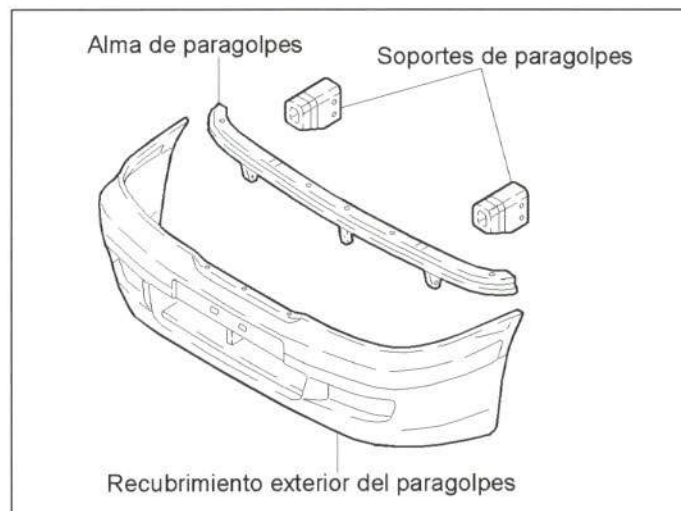

Figura 18.- Comercialización del paragolpes delantero
En la figura 18 se muestran las posibilidades de adquisición de este elemento.
- Envolvente de paragolpes (figura 18).